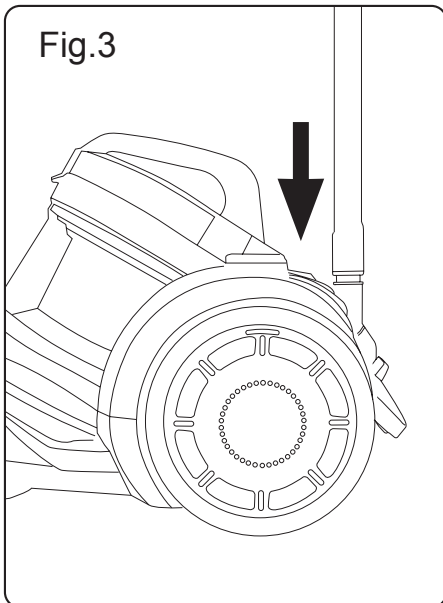

Fig.4
- Desacoplar el depósito polvo del aparato. (Fig.4).
- Desacoplar el depósito polvo del aparato. (Fig 4).